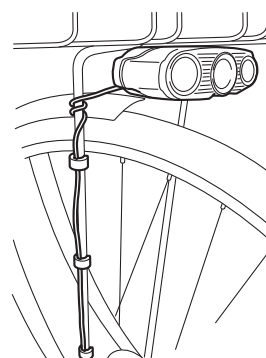

図6
- ①ランプヘッドのハーネスをバスケットステーに巻きつけるか沿わせて、コードクリップでハーネスを固定します。(図6)
- ②ハブダイナモのコンネクターにハーネスの端子を奥まで確実に差し込んでください。